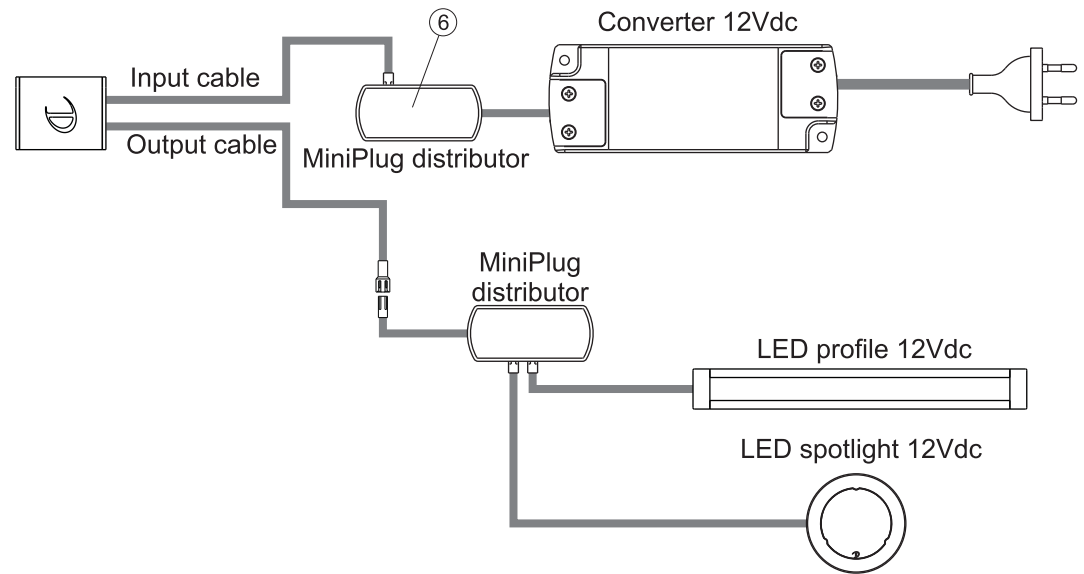
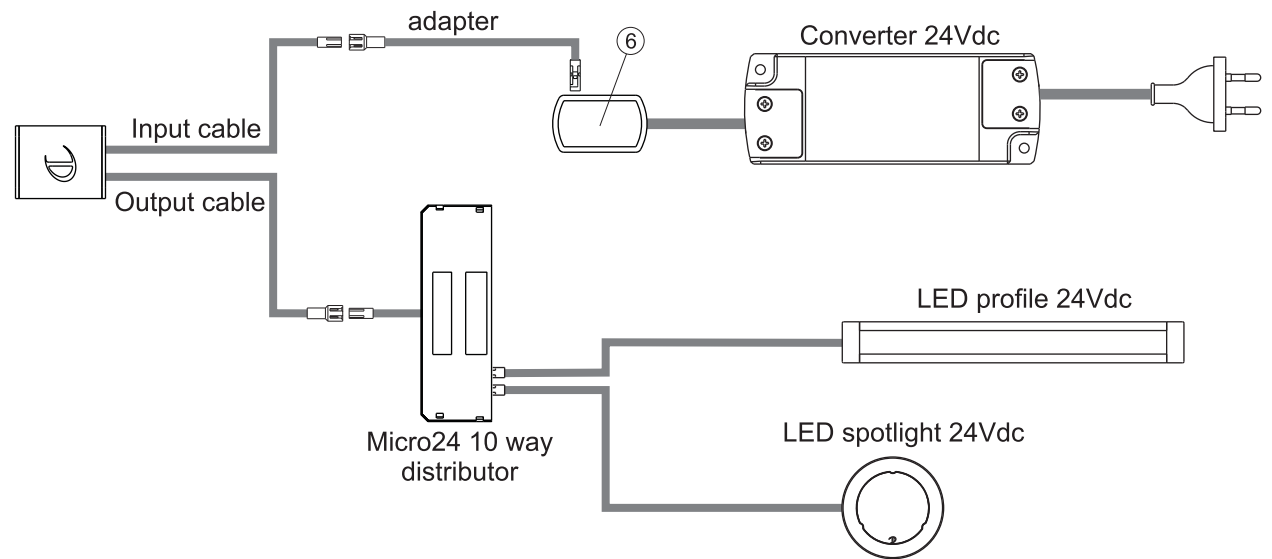

Fig. 3
Fig. 4
- Collegare il cavo di alimentazione dell'apparecchio ad un alimentatore di sicurezza in tensione costante 12Vdc (fig.3) o 24Vdc (fig.4) (non incluso) inserendo il connettore (5) su una delle prese del distributore (6).
- Per la connessione di apparecchi a 24Vdc è disponibile un set di cablaggi che permette di adattare l'apparecchio al sistema di connessione Micro24 (fig.4).
- Connect the device's power supply cable to a constant 12Vdc (fig.3) or 24Vdc (fig.4) safety power supply (not included) inserting the connector (5) into one of the distributor sockets (6).
- For the connection of devices at 24Vdc, a set of cables which allows you to adapt the device to the Micro24 connection system (fig.4).
- Das Versorgungskabel des Gerätes an ein Sicherheitsnetzgerät mit einer Konstantspannung 12Vdc (abb.3) oder 24Vdc (abb.4) (nicht inbegriffen) anschließen, in dem man den Steckverbinder (5) in eine der Verteilersteckdosen steckt (6).
- Für den Anschluss von Geräten für 24 Vdc steht ein Kabelset zur Verfügung, damit kann man das Gerät dem Anschlussystem Micro24 anpassen (abb.4).
- Brancher le câble d'alimentation de l'appareil à un alimentateur de sécurité à tension constante 12Vdc (fig.3) ou 24Vdc (fig.4) (non fourni), en insérant le connecteur (5) sur une des prises du distributeur (6).
- Pour la connexion des appareils à 24Vdc, un kit de câbles est disponible pour permettre d'adapter l'appareil au système de connexion Micro24 (fig.4).